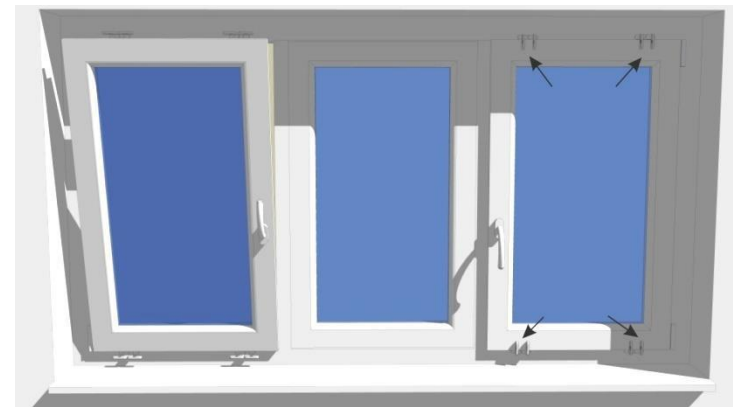

рис.3
3. Общий вид окна (см. рис.3) с установленными механизмами безопасности DEFAS в открытом и закрытом состоянии